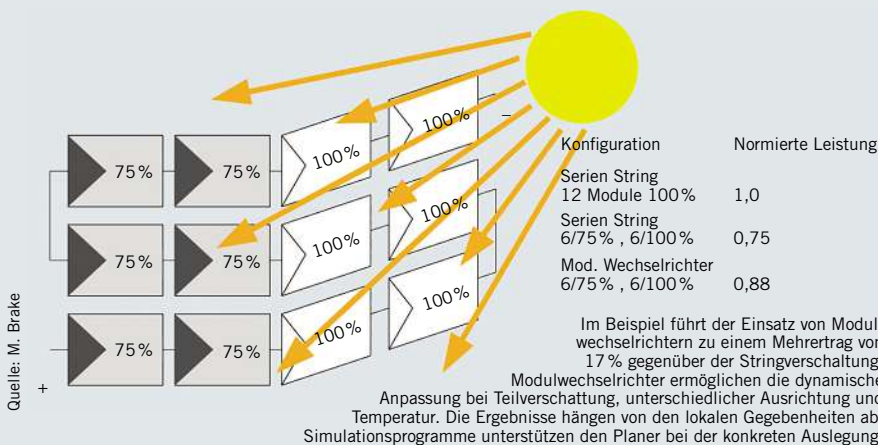

Bild 3: Module unterschiedlicher Einstrahlung innerhalb einer PV-Anlage und der Ertrag bei unterschiedlichen Schaltkonzepten
- »Guerilla-PV« für jedermann. Auch Menschen ohne große Dachflächen können mit Kleinanlagen Solarstrom selbst erzeugen und durch Eigenverbrauch den Verbrauch von teurem Netzstrom verringern. Ein großer Vorteil sind hierbei die geringen Einstiegskosten. Man kann mit einer kleinen Anlage beginnen und diese jederzeit unkompliziert erweitern. Das erschließt ganz neue Kundenkreise für den Installateur, denn dessen Expertise ist für die normgerechte Installation und Anmeldung beim Netzbetreiber weiter gefragt. Denn selbstverständlich müssen auch diese Kleinanlagen ein Schutzkonzept einhalten und Überlastung von Leitungen oder anderen elektrischen Komponenten ausschließen. Bei nur einem Modul wäre das Risiko noch gering, es steigt allerdings rapide an je mehr Module eingesetzt werden. Deshalb muss unbedingt die internationale Norm IEC 60364-5-55 bzw. die entsprechende harmonisierte nationale Norm VDE 0100-551 beachtet werden (**Bild 3**).